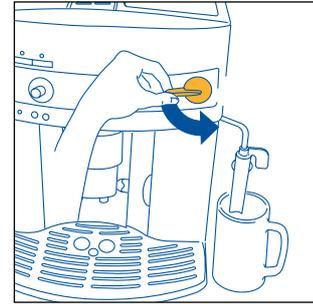

Fig.5
3. **IMEDIATAMENTE DEPOIS, NO ESPAÇO DE 30 SEGUNDOS NO MÁXIMO**, rode o botão do vapor para a esquerda, até ao limite máximo (fig. 5) (é normal que a máquina faça um pouco de barulho).
- Rode para a esquerda o botão do vapor até meio, até ao limite máximo (fig. 5): a água quente sairá através do emulsionador de cappuccinos e começará a encher o recipiente.
- Deixe sair um pouco de água ou de vapor durante alguns segundos, rodando o botão do vapor para a esquerda, até ao limite máximo (fig. 5).